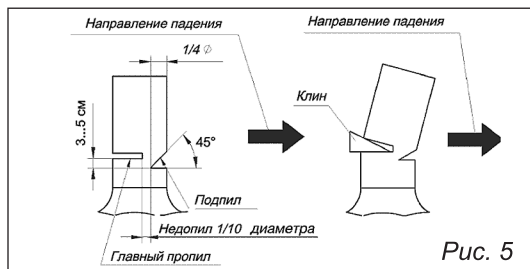

Рис. 5
Валка деревьев опасна и требует специальных навыков. Если Вы являетесь новичком и не имеете достаточно опыта, не пытайтесь научиться сами, обратитесь за помощью к профессионалу, чтобы он обучил Вас (рис. 5).
- Начните делать подпил выше главного горизонтального пропила. Сделайте пропил примерно на одну четверть диаметра дерева. Затем закончите делать подпил снизу (рис. 5). После того как подпил закончен, удалите вырезанную часть дерева.